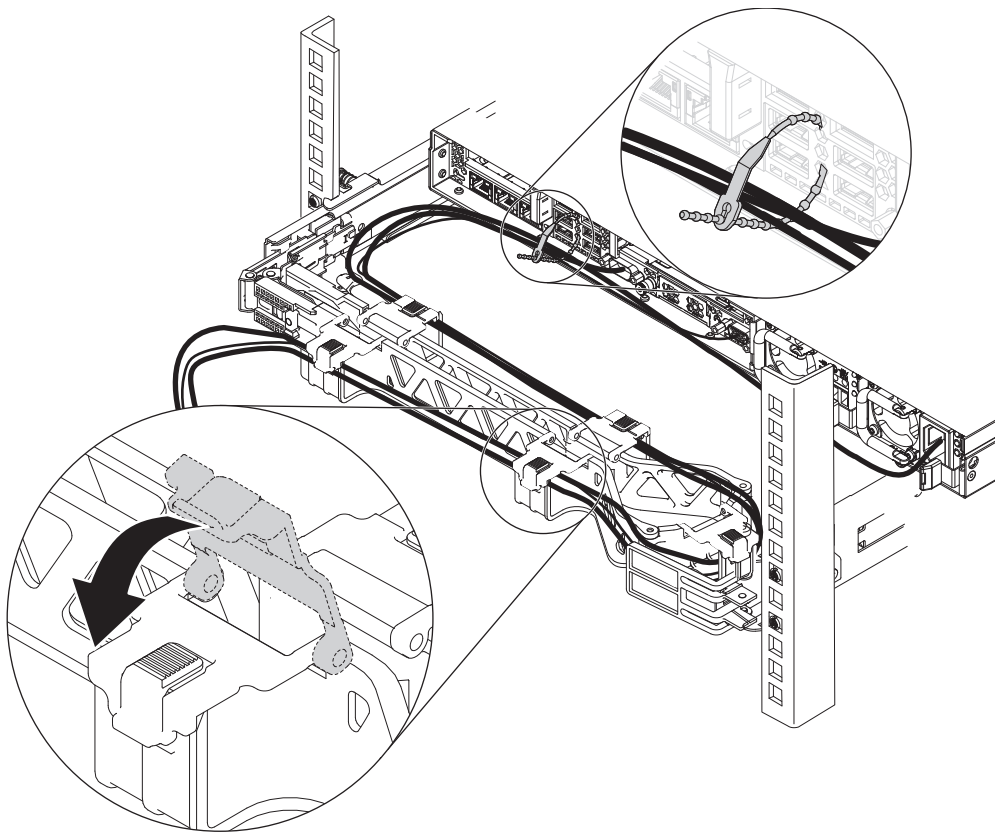

Figura 9. Desconectando os cabos e soltando os laços
4. Desconecte os cabos roteados, conforme mostrado na Figura 9 na página 18.